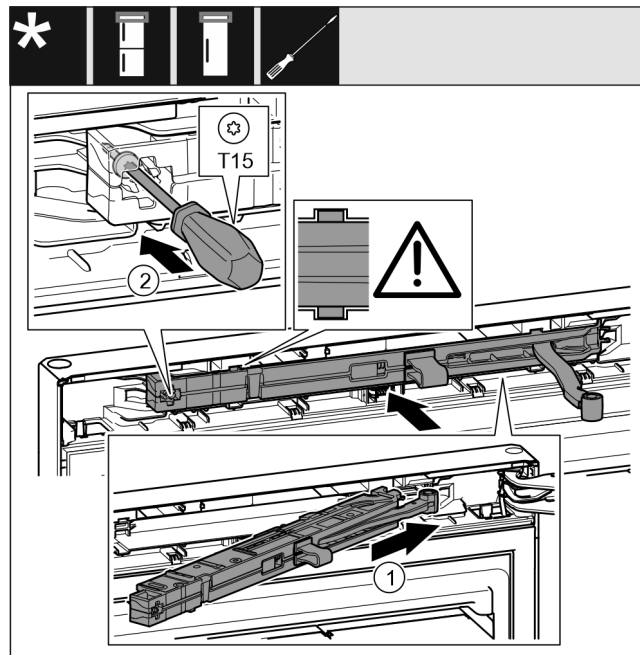

Fig. 20
- ▶ Tolja be ferden, ütközésig a záráscsillapító egységet a mélyedésbe a csapágybak felőli oldalon. Fig. 20 (1)
- ▶ Húzza meg a csavart egy T15 csavarhúzóval. Fig. 20 (2)